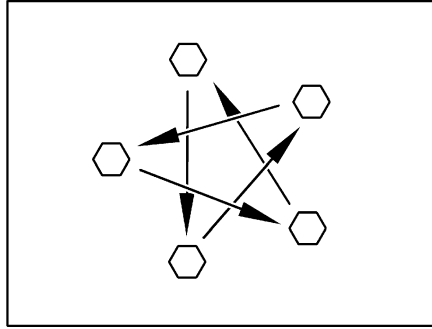

Fig. 374 Apretar las tuercas o los tornillos de las ruedas en forma de cruz
- Comprobar periódicamente que las tuercas o tornillos de las ruedas estén firmemente apretados. Reajustar en forma de cruz (Fig. 374) las tuercas o tornillos después de cambiar una rueda, al cabo de 50 km.
- ▷ Apretar en forma de cruz las tuercas o los tornillos de las ruedas (Fig. 374).